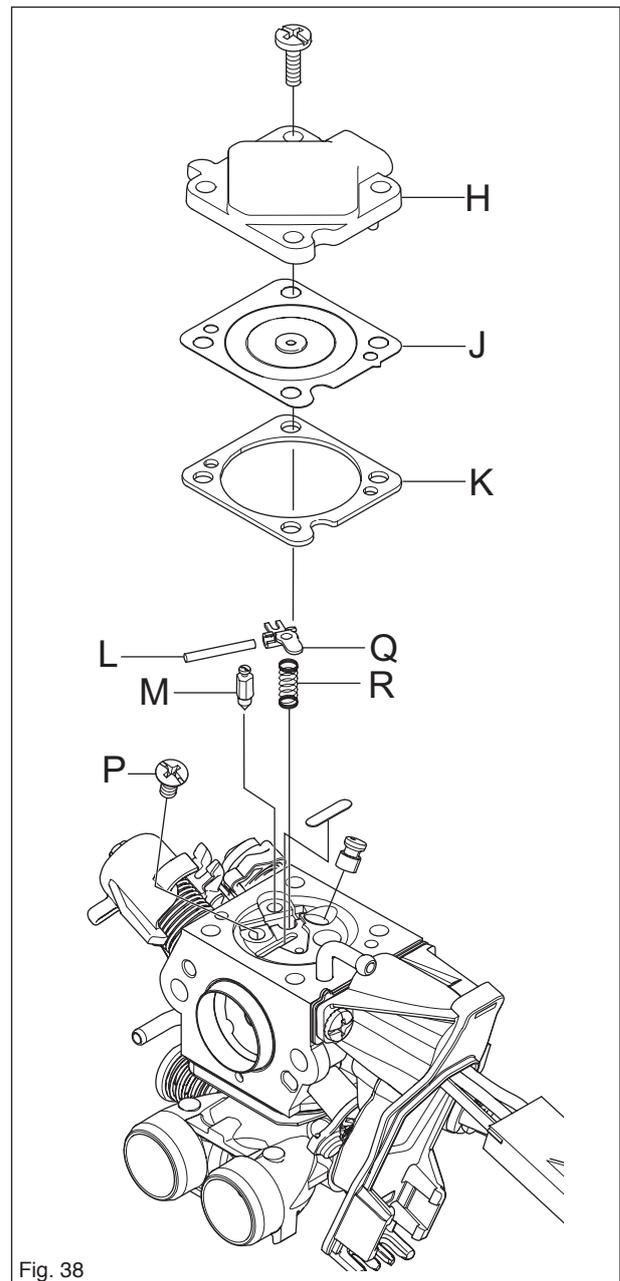

Fig. 38
3. Que la válvula de aguja M y su palanca Q no están desgastadas (fig. 38).